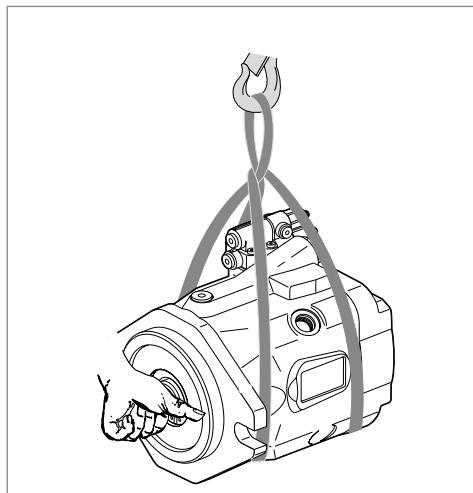

Рис. 5: Транспортировка при помощи стропы
- ▶ Уложите строп вокруг аксиально-поршневого агрегата так, чтобы он не проходил по монтируемым деталям (например, клапанам, трубопроводам), и чтобы аксиально-поршневой агрегат не был подвешен за монтируемые детали (см. Рис. 5).